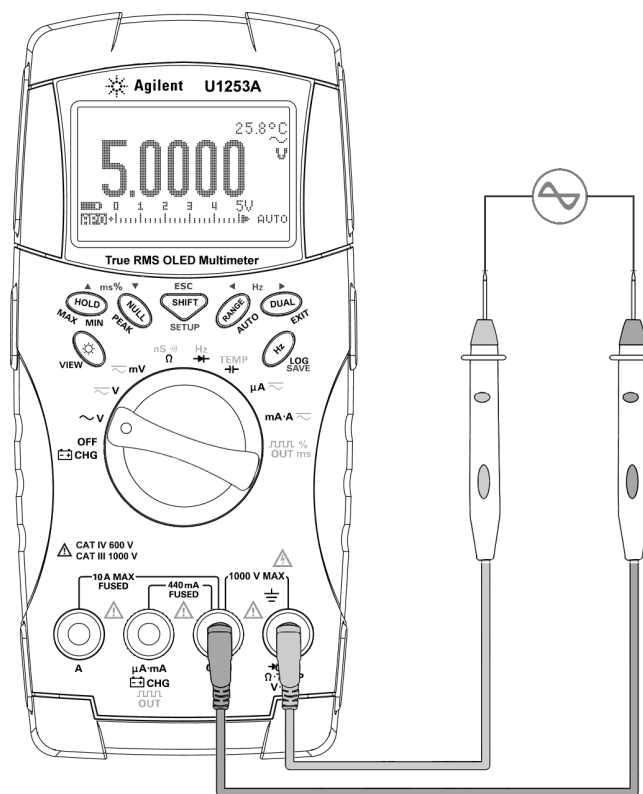

図 2-1 AC 電圧の測定
- 3 赤と黒のテスト・リードをそれぞれ入力端子 **V.mV (赤)** と **COM (黒)** に接続します (図 2-1 (31 ページ) を参照)。